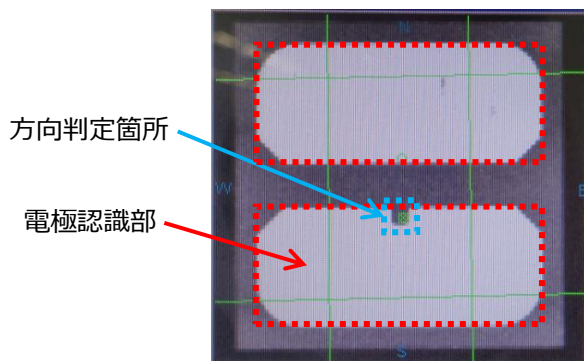

図7. 電極端子認識（推奨）
- LEDの方向判定を行う場合、アノード-カソード電極間（図7.  部分）に判定枠を設定してください。この部分の輝度差で電極の有無を確認します。